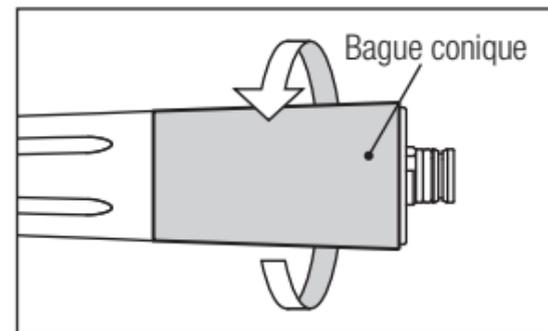

Fig. 14 35
1) Dévissez et enlevez la bague conique à l'arrière de la turbine. (Fig. 14)